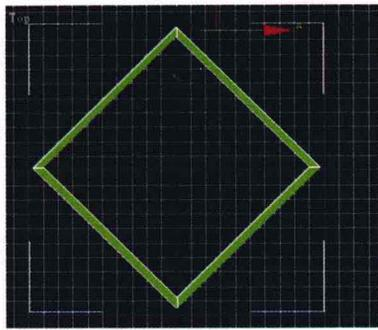

图 1-6
5. 在【Top】（顶）视图中，相框式呈 45° 角放置的，我们现在要将其改正。如图 1-6 所示。